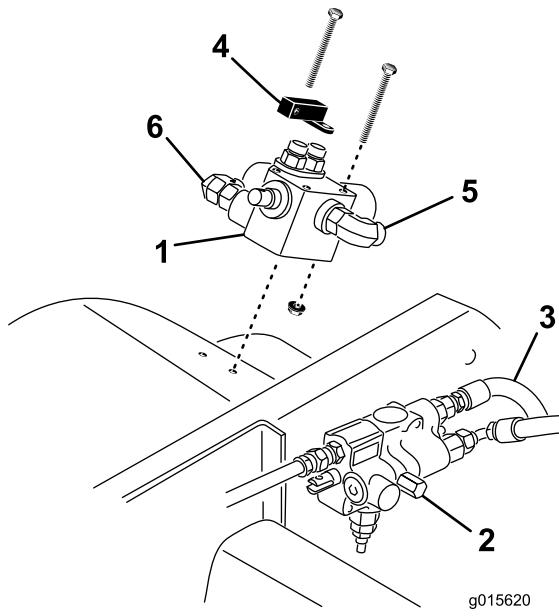

Figura 4
4. Montate la valvola di regolazione e la leva perno sul parafango destro con 3 bulloni (1/4 x 2-3/4 poll.) e dadi di bloccaggio flangiati 1/4 poll., come mostrato nella (Figura 4).
5. Mettete una bacinella di spурго sotto la valvola di sollevamento (Figura 4).
6. Scollegate il flessibile dello sterzo (Figura 4) dal foro "P" (foro posteriore superiore) della valvola di sollevamento.
7. Collegate il flessibile dello sterzo (dal foro "P" della valvola di sollevamento) al raccordo a 90 gradi sulla valvola di regolazione, lato operatore (Figura 4).
8. Collegate il flessibile idraulico con un raccordo diritto e un raccordo a 45° al foro "P" sulla valvola di sollevamento e al raccordo a 90° sul lato esterno della valvola di regolazione (Figura 4).